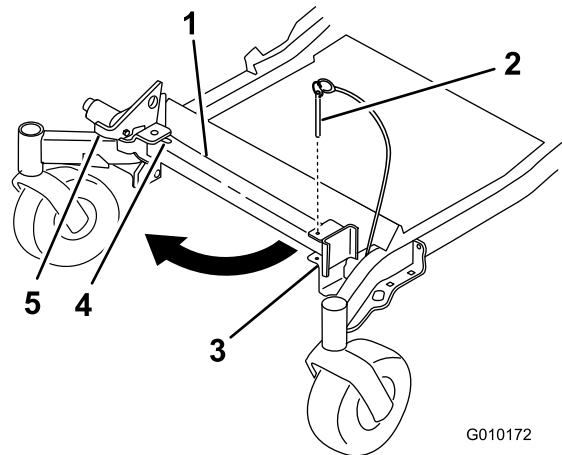
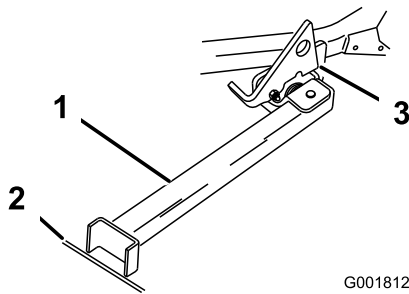

Bild 41
Bild 42
2. Nehmen Sie den Halterungsstift ab (Bild 41).
3. Heben Sie den Riegel an. Drehen Sie den Ständerfuß nach vorne heraus und schieben Sie den Ständer zur Maschine in den unteren Schlitz (Bild 41 und Bild 42).
- Stellen Sie den Fuß auf den Boden und lassen Sie den Riegel auf der Drehlasche aufliegen (Bild 42).
Hinweis: Stellen Sie den Ständerfuß am besten in Risse auf Gehwegen oder in der Rasenfläche (Bild 42).
- Fahren Sie auf den Stand auf. Halten Sie an, wenn der Riegel über die Lasche in die arretierte Stellung einrastet (Bild 42). Stellen Sie nach dem Auffahren auf den Stand die Feststellbremse fest und stellen Sie den Motor aus.